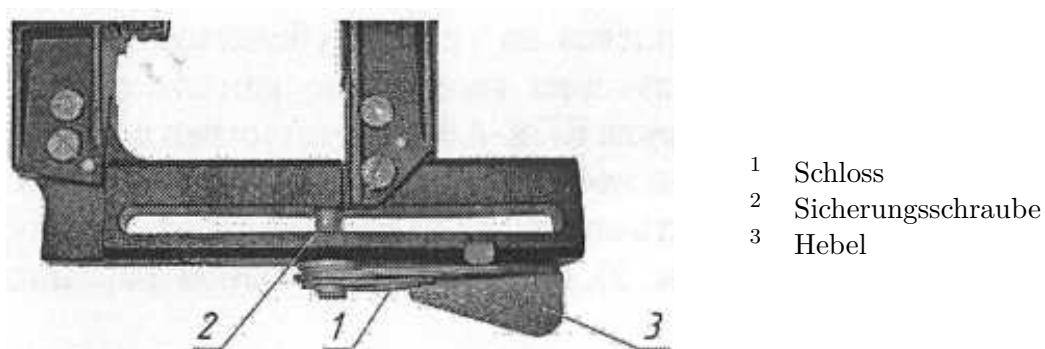
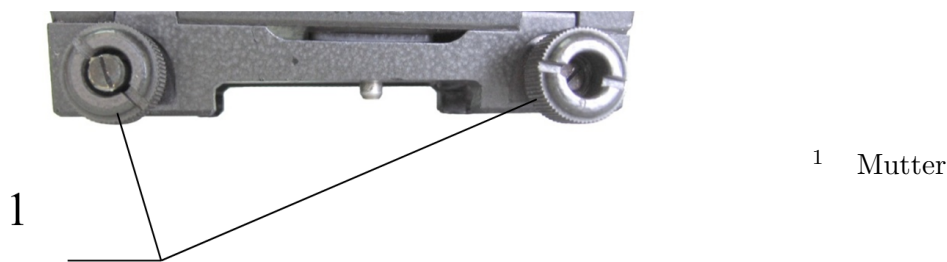

Abbildung 5: Montagehalterungen
Abbildung 6: Montagehalterungen
Die Visiere der Version V haben einen Leitfaden, wie in Abbildung 5 dargestellt.
Zur Montage an einer Waffe wird der Hebel (3) (Abbildung 5) in Richtung Hinterschaft gedreht, das Visier bis zum Anschlag in die Schlittenführung eingeführt und durch Spannen des Hebels (3) fest fixiert.
- Drehen und entfernen Sie die Sicherungsplatte (1) (Abbildung 5) mit dem mitgelieferten Schlüssel, bis der breite Teil der Sicherungsplatte über die Achse der Klemmschraube (2) entfernen lässt
- Drehen Sie die Klemmschraube (2) mit dem Hebel (3), um die erforderliche Spannung zu erreichen
- den Hebel (3) vom der Verzahnung an der Klemmschraube (2) entfernen und in die Ausgangsstellung zurücksetzen
- Setzen Sie die Sicherungsplatte (1) auf die Klemmschraube (2) in seiner ursprünglichen Position ein und verriegeln Sie diese, bis sie in die Nut am Spannhebel eingreift (3)
Die Versionen W der Visiere sind für die Montage auf Waffen mit Weaver-Montage ausgelegt. Um das Visier an einer Waffe zu montieren, drehen Sie die Muttern (1) (Abbildung 6) gegen den Uhrzeigersinn, führen Sie das Visier in die Führung der Schiene ein, bis es ganz auf der Waffenmontage aufliegt. Befestigen Sie das Visier mit den Muttern (1) mit dem mitgelieferten Sechskantschlüssel.